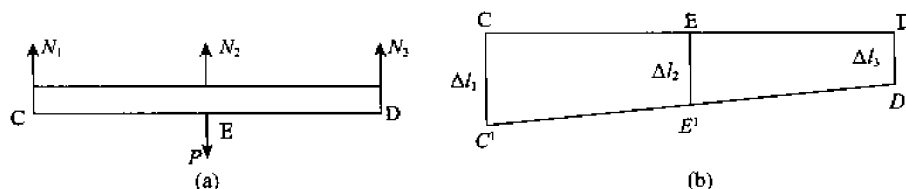

图 10-8
解 设杆①、②、③中的内力分别是 N_1 、 N_2 、 N_3 ,则对刚性杆 CD 的受力分析如图 10-8(a)所示。
对刚性杆 CD 的变形协调条件分析如图 10-8(b)。